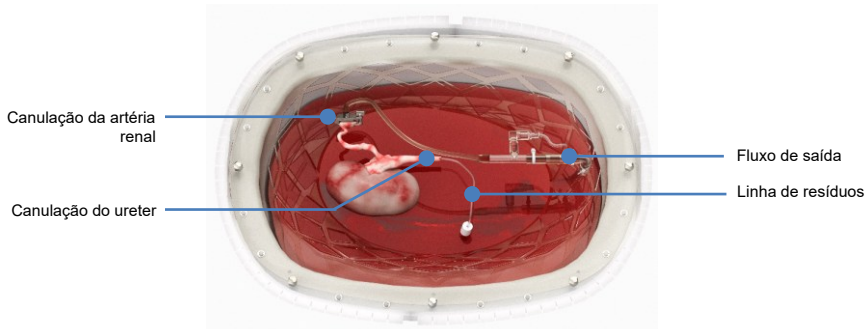

Figura 25: Canulação do rim
- Remova o oxigenador do suporte (Figura 7, item 37) e incline-o de forma que o conector de saída de água, identificado pelas bolhas de ar que se afastam do oxigenador, fique posicionado acima do conector de entrada de água (veja a Figura 25). Isso permite que qualquer ar preso suba para a tubulação térmica. Evite dobrar a tubulação térmica, pois isso restringirá o fluxo. Evite forçar o cabo do sensor de temperatura. Se necessário, remova temporariamente o sensor de temperatura do oxigenador para facilitar a inclinação.